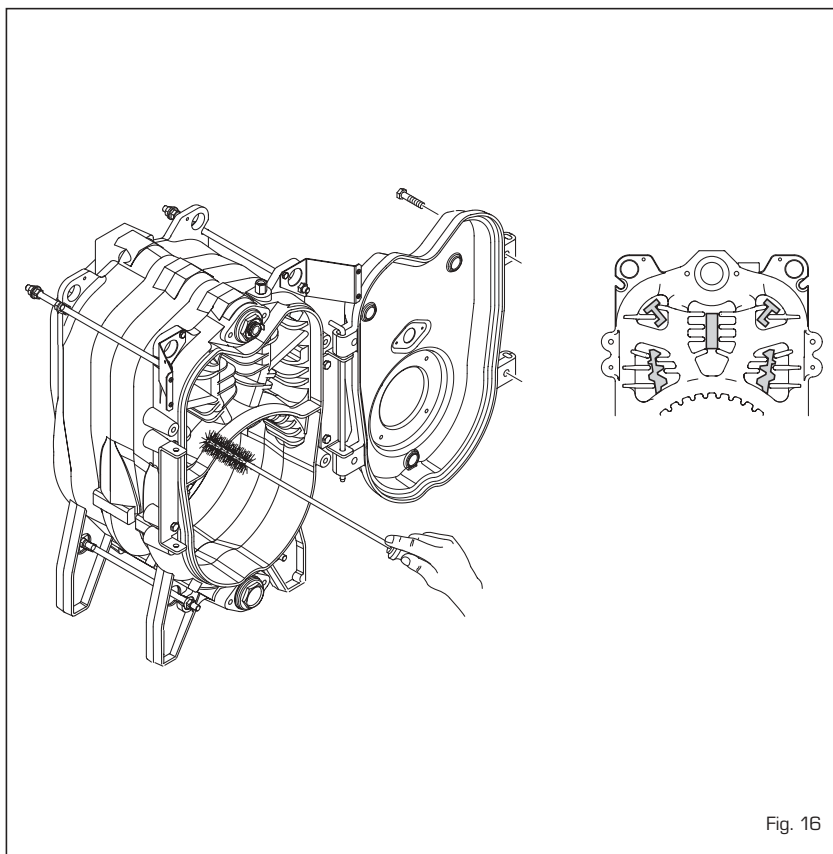

Fig. 16
4.7.1 Pulizia passaggi fumo (fig. 16)
posizionare i turbolatori nella posizione iniziale (fig. 16).